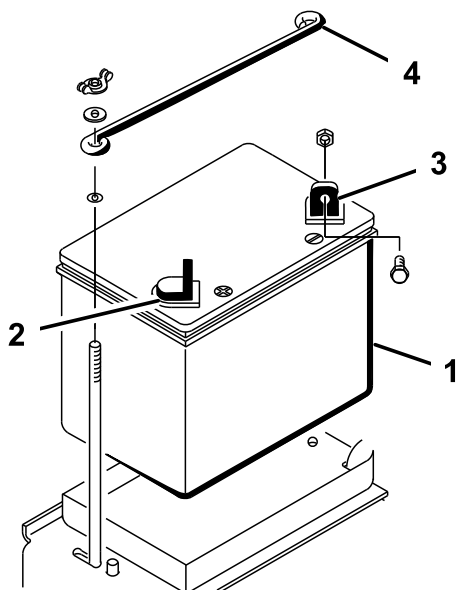

図 5
1. 右車輪後方のバッテリートレイに、マイナス端子を車体後方に向けてバッテリーを載せる (図 5)。